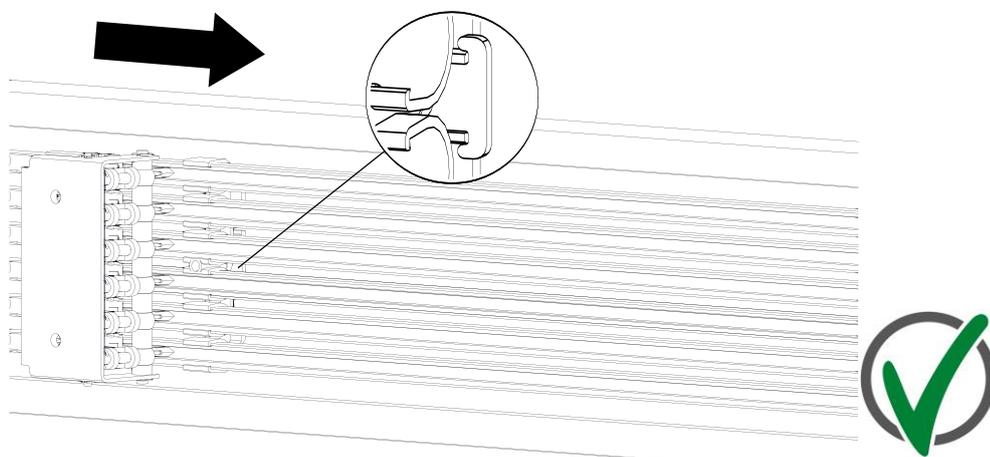

Abb. 48: Einlegeteil ist in Fahrrichtung des Stromabnehmers montiert
Bei Anlagen, die im Schleppbetrieb betrieben werden, empfiehlt Conductix-Wampfler das Einlege­teil (1) in die bevorzugte Fahrtrichtung des Stromabnehmers einzubauen (siehe Abb. 48)!